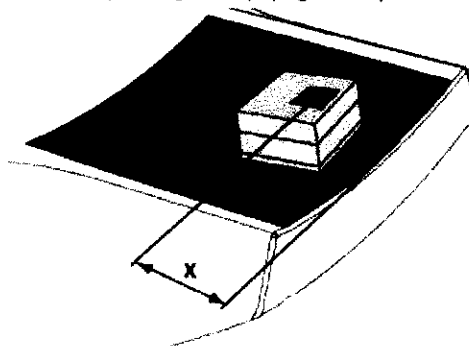

Figura 41
2. El maniquí de par de líneas debe centrarse lateralmente y el centro del patrón del maniquí debe estar a unos 6 cm de la pared torácica. Las barras deberían estar ligeramente inclinadas respecto al borde de la pared torácica (2 a 5 grados). (Figura 41).